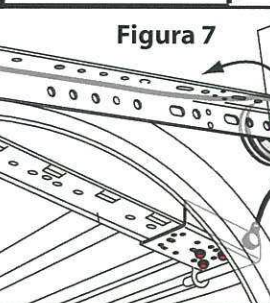

Figura 7
Paso 7: Fije el extremo en bucle del cable de elevación (más largo) a la parte inferior del cable en el accesorio inferior del lado derecho (Fig. 7). Luego pase el cable por encima y alrededor de la polea estacionaria del lado derecho como se muestra en la Figura 7.